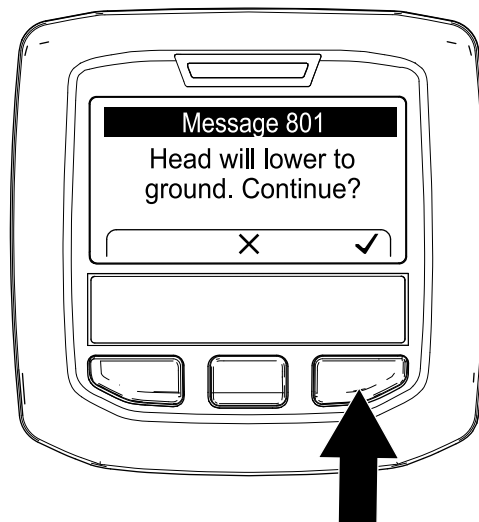

Figura 115
4. Pe ecranul Head Will Lower (Capul va coborî) (Figura 115), apăsai butonul InfoCenter din dreapta.